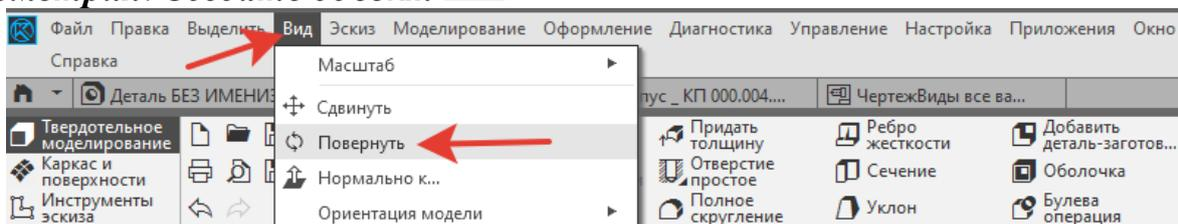

Рисунок 23.
23. Для скрытого от вас угла использовать **Главное меню - Вид - Повернуть** (рисунок 23). Курсором подхватить модель и повернуть нужной стороной. Вернуть на место через **Панель быстрого доступа - Ориентация - Изометрия**. **Создать объект**